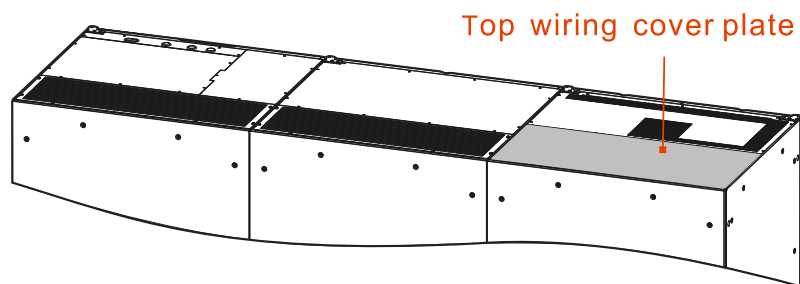

Рисунок 3.45 Расположение верхней крышки KR331000, KR331200, закрывающей зону электрических подсоединений
Step 2 С помощью крестовой отвертки открутите болты в верхней крышке (см. Рисунок 3.45) и снимите её.